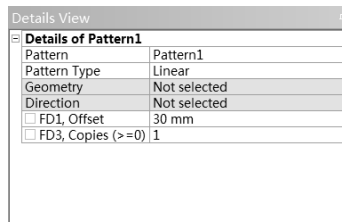

图 2-15 阵列设置面板
(10) Pattern (阵列): 选择此命令会弹出如图 2-15 所示的阵列设置面板。